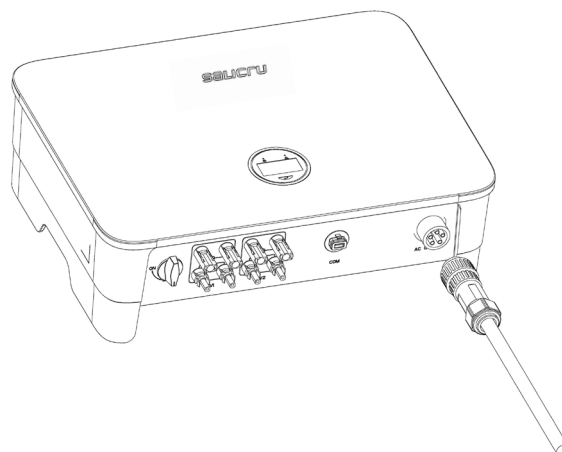

Fig. 37. Conexión del conector AC en el terminal AC del Inversor.
- f. Conectar el conector AC al terminal AC del inversor; un clic indica que la conexión está en su lugar, tal como se muestra en la Fig. 37: